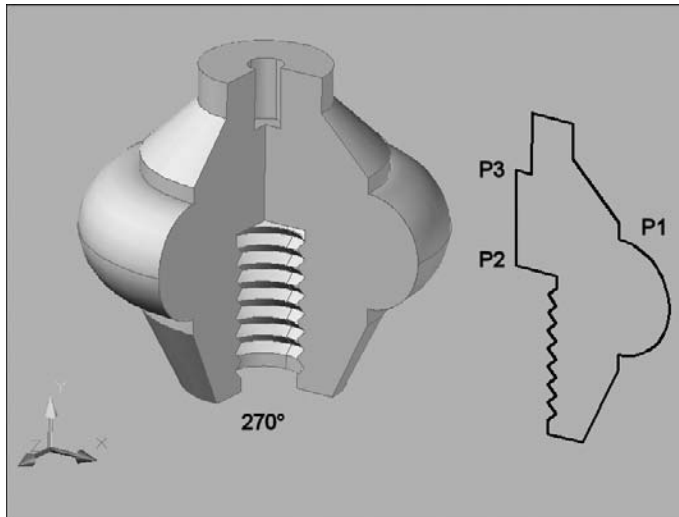

Fig.18.31
- [5] Spécifiez l'angle de révolution : 270° par exemple (fig.18.31).